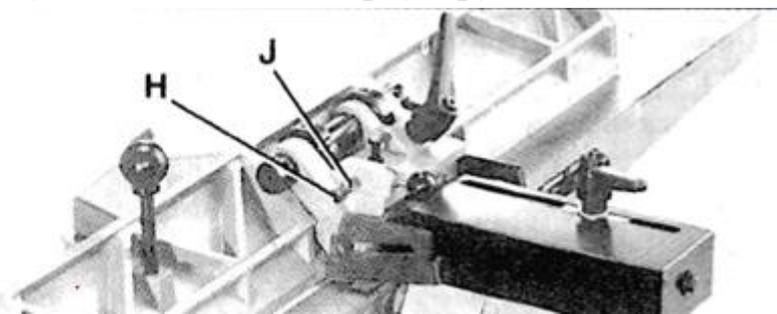

Рис. 42
10. Если необходима настройка, открутите стопорную рукоятку (H) – Рис. 42. Поворачивайте регулировочный винт (J), пока угол ограждения не достигнет 45 градусов. Затяните стопорную рукоятку (H).